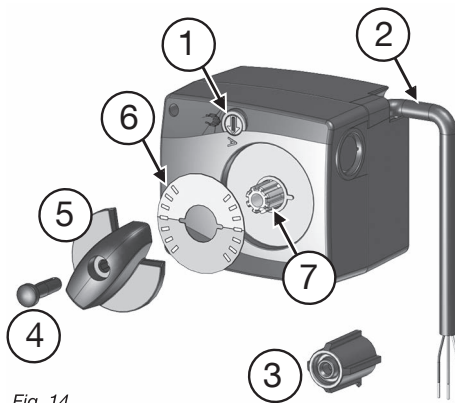

Fig. 14
- Retirer le **bouton tournant (5)** et le **bouchon (4)** de l'**arbre creux (7)**.
- Tourner le **disque indicateur (6)** de 180° de telle manière que la **zone rouge soit orientée vers le haut** (fig. 14).
- Replacer le **bouton tournant (5)** et le **bouchon (4)** sur l'**arbre creux (7)**.